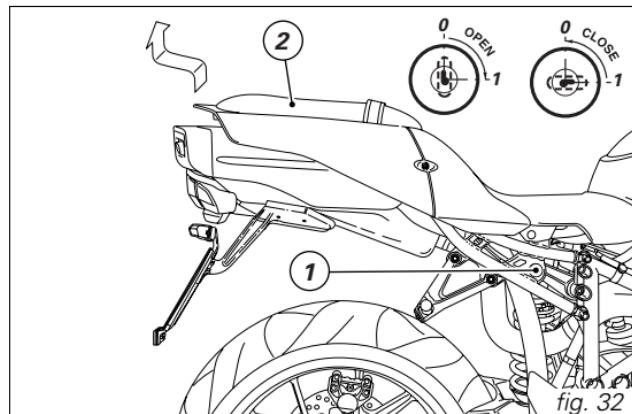
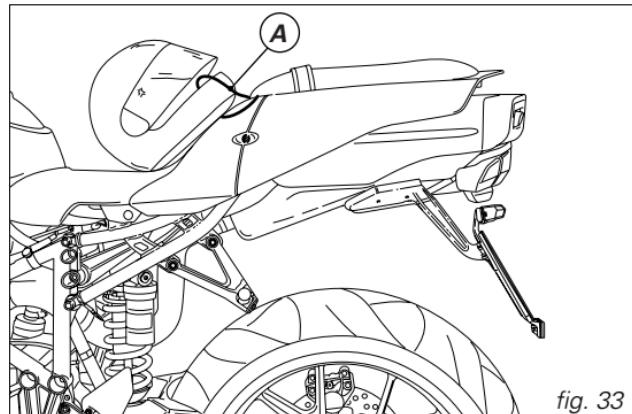

fig. 32
fig. 33
Ouverture (fig. 32 et fig. 33)
Le câble porte-casque se trouve dans la partie avant du compartiment sous la selle. Faites passer le câble (A) dans le casque et insérez dans le crochet les extrémités du câble. Laissez suspendu le casque (fig. 33) et remettez en place la selle pour le fixer.